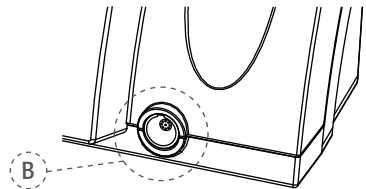

Fig. 3 Priza metalică
3. Introduceți conectorul micromotorului în priza metalică cu 9 pini (B – vezi Fig. 3) de pe partea frontală a aparatului.